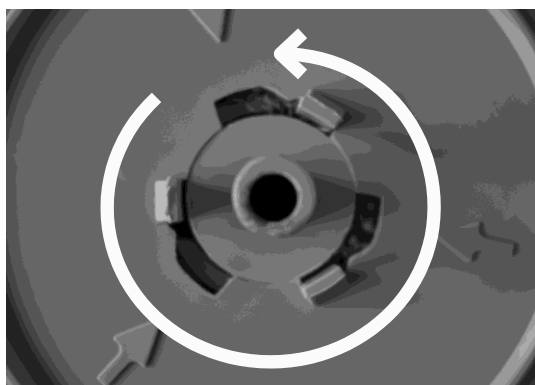

Abb. 4.2.4: Filterarretierung entfernen
4. Lösen Sie die Filterarretierung (Abb. 4.2.4) in der Mitte des Filters (Vorder- und Rückseite der Filterscheibe) durch Drücken und einer kleinen Drehbewegung gegen den Uhrzeigersinn.